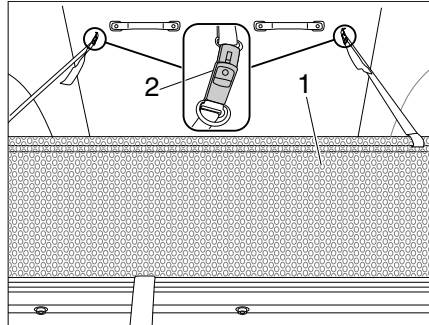

Bild 21 Herausfallschutz
- Herausfallschutz (Bild 21,1) unter der Matratze hervorziehen.
- Herausfallschutz mit Riemenschnalle (Bild 21,2) am Aufstelltdach befestigen.
- Riemenschnalle (Bild 21,2) lösen.
- Herausfallschutz (Bild 21,1) unter der Matratze verstauen.